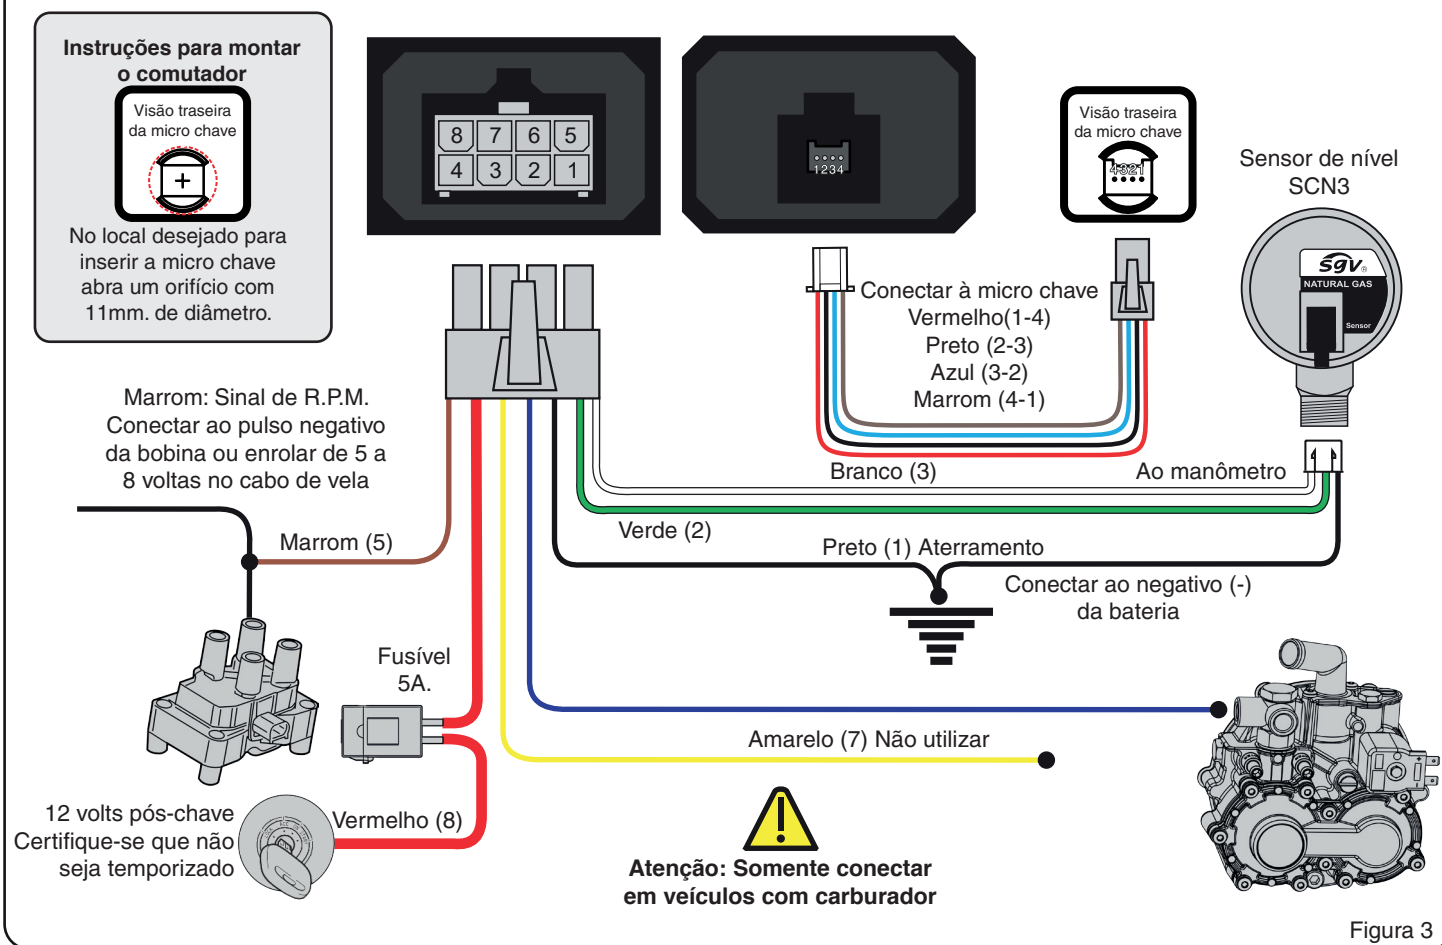

Figura 3
- 1 - Instale o interruptor no veículo de acordo com o esquema de conexão (Figura 3).